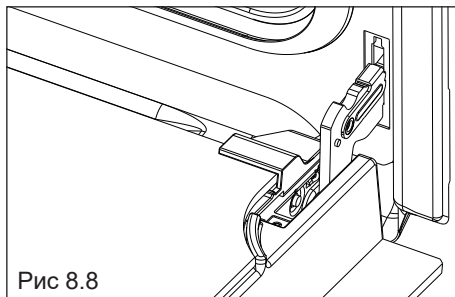
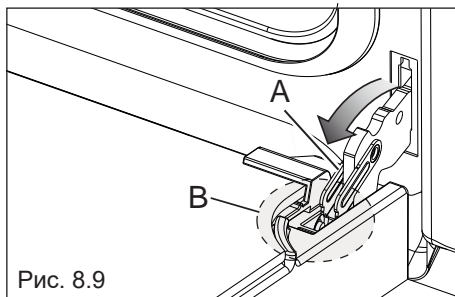

Рис. 8.8
Рис. 8.9
- Полностью откройте дверцу духового шкафа (рис. 8.8).
- Полностью откройте рычаг “А” на правом и левом шарнирах (рис. 8.9).
- Немного закройте дверцу (рис. 8.8), так чтобы рычаги “А” правого и левого шарниров зацепились за часть “В” дверцы (рис. 8.9).